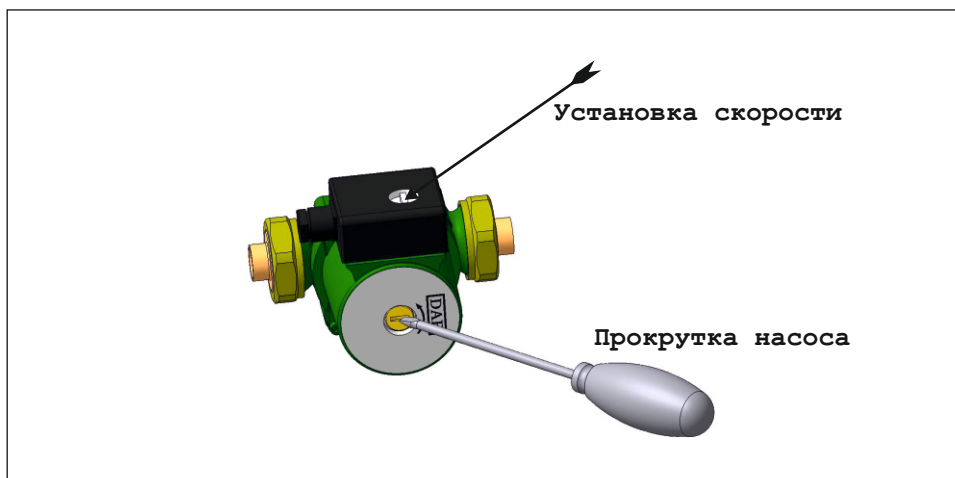

Рис. 6
отвинтите защитный колпачок и поверните вал двигателя с помощью отвертки по стрелке (Рис.6). Установите защитный колпачок на место. Первый пуск насоса проведите на максимальной скорости. Работа может быть выполнена без привлечения специалиста сервисного центра.
7.1.13 В ходе эксплуатации системы подберите оптимальную скорость насоса. Переключение скорости (рис. 6) может быть произведено во время работы двигателя. При выборе меньшей скорости получается экономия электроэнергии и более низкий шумовой уровень.